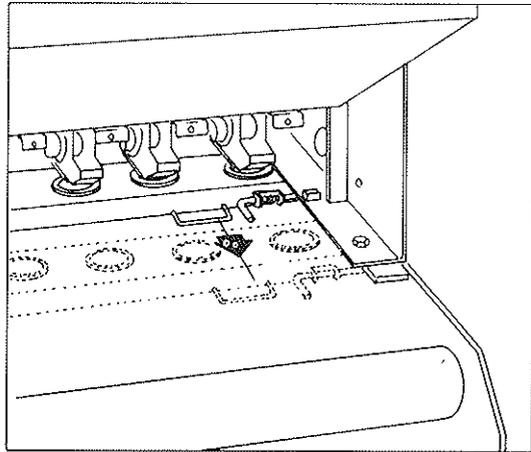

Fig. 1
**PRIMERO:** Deslizar la barra portaboquillas hacia delante, soltando los gatillos que la mantienen en su posición de trabajo, hasta la posición para colocar la bandeja (fig. 1)